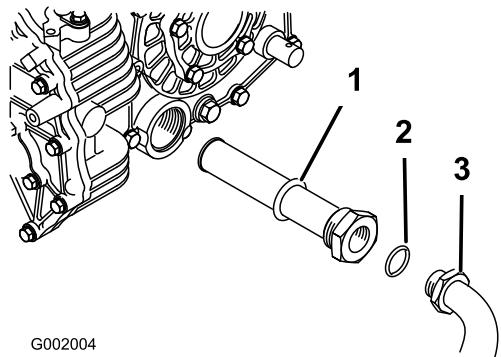

Figura 67
- Retire el tubo hidráulico y el codo de 90° (Figura 67).